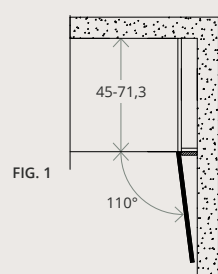

FIG. 1
- Se il lato apertura anta è accostato ad una parete inserire una fascia fissa (Fig. 1)
- If the door opening side is right up against a wall, insert a fixed strip (Fig. 1)
- Si le côté d'ouverture porte est accosté à une paroi, insérer un filler fixe (Fig. 1)
- Wenn sich die Seite, auf der die Front geöffnet wird, an einer Wand befindet, muss ein festes Band eingebaut werden (Abb. 1)
- Si el lado de apertura de la puerta apoya contra una pared, insertar una banda fija (Fig. 1)
- Если со стороны открывания створки находится стена, необходимо установить фиксированную планку (Рис. 1)
- 如果门板的开启边靠近墙壁, 则插入一块固定补板条 (图1)